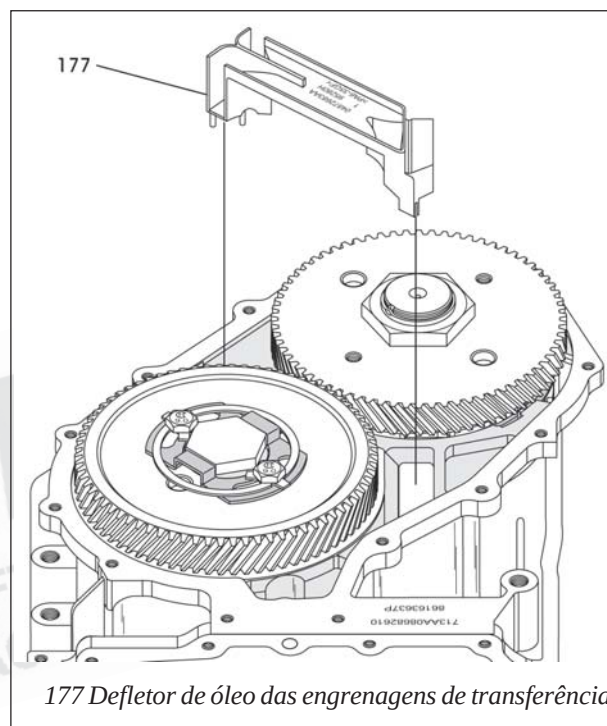

Figura 72
61. Remova o defletor de óleo das engrenagens, conforme mostra a figura 72.